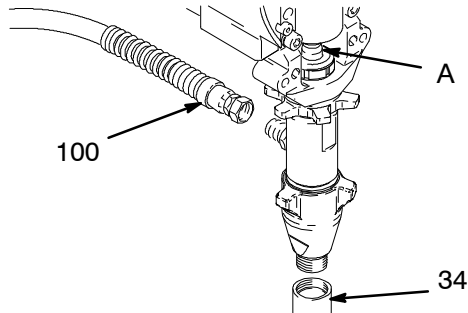

Fig. 15
3. Fig. 15. Kör pumpen tills kolvstången (A) kommer i sitt nedersta läge.
4. Fig. 15. Ta bort sugrör (34) och slang (100).